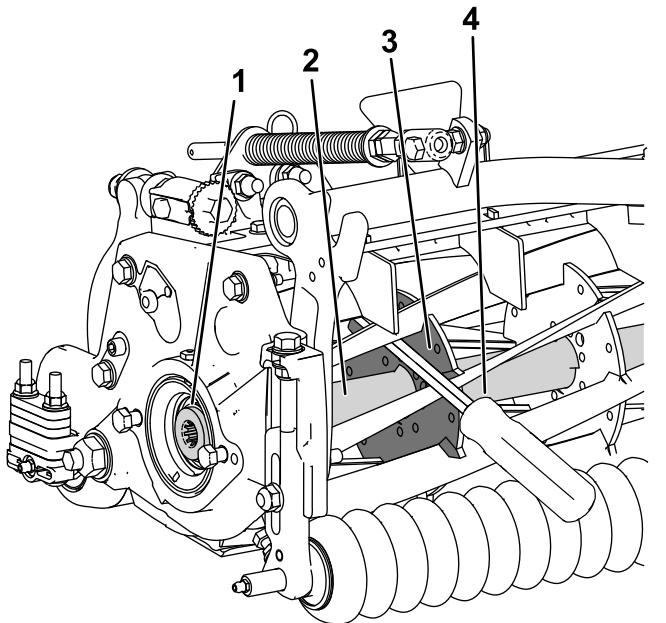

Figura 31
1. Inserte una palanca de mango largo (se recomienda de $\frac{3}{8}$ " x 12 " con mango de destornillador) a través de la parte delantera del molinete de corte, lo más cerca del lateral de la unidad de corte que va a apretar (Figura 31).
2. Coloque la palanca contra la parte soldada del refuerzo del molinete de corte interno (Figura 31).